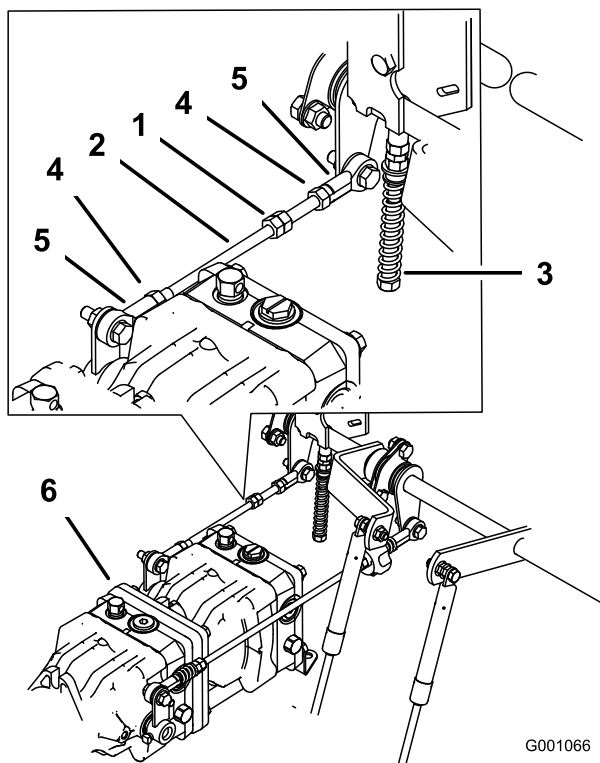

Figura 91
- Afloje las contratuercas de la articulación esférica de la varilla de control de la bomba (Figura 91).
- Ajuste la longitud de la varilla de la bomba girando las tuercas dobles de la varilla, en el sentido apropiado, hasta que la rueda quede estacionaria o se mueva muy lentamente en marcha atrás (Figura 91).
- Apriete las contratuercas de las articulaciones esféricas (Figura 91).